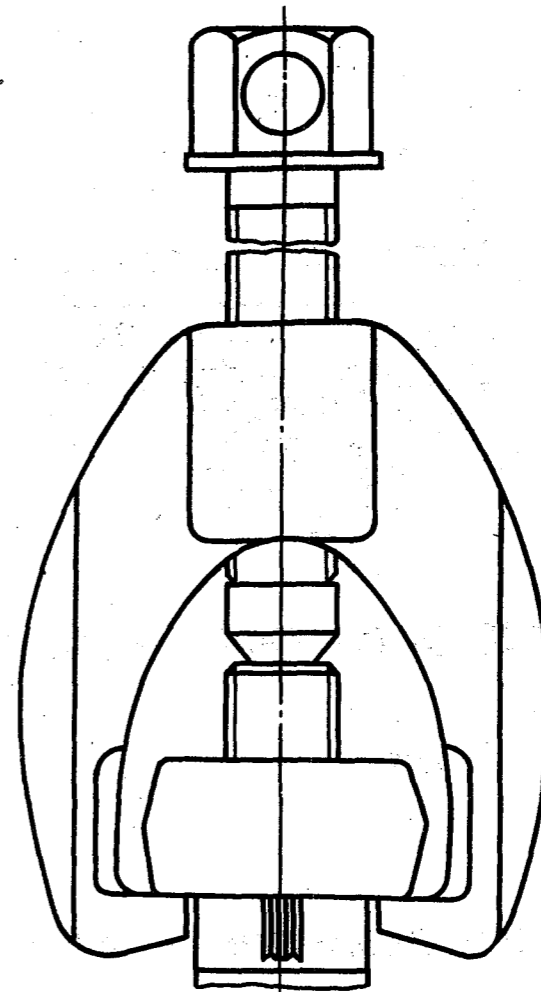

Рис. 170. Снятие рулевой сошки с помощью съемника 7823-6092
- снять съемником 7823-6092 (рис. 170) рулевую сошку. Для удобства установки съемника рулевое колесо следует повернуть до отказа вправо или влево;